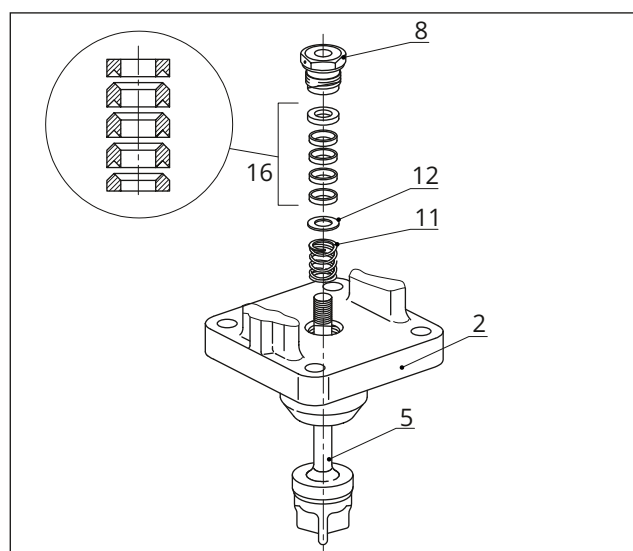

Fig. 30: Standardpackning
10. Placera flänsen (2) på huset.
11. Skjut försiktigt packningsdelarna över kugelspindeln in i packningskammaren med ett lämpligt verktyg. Följ korrekt sekvens (se Fig. 30).
12. Tryck in kugeln (5) ordentligt i sätet (4). Fäst flänsen (2) med husets muttrar (14). Dra åt muttrarna gradvis och korsvis. Respektera åtdragningsmomenten.
13. Skruva in den gängade bussningen (8) och dra åt den. Respektera åtdragningsmomenten.
14. Lossa den gängade låsmuttern (10) och spindelanslutningsmuttern (9) på kugelspindeln.
9. Skjut försiktigt packningsdelarna över kägelspindelns förlängning in i packningskammaren med ett lämpligt verktyg. Följ korrekt sekvens (se Fig. 30).
10. Fäst ventilhuven med muttrar (33) och bultar (32). Respektera åtdragningsmomenten.
11. Skruva in den gängade bussningen (8) och dra åt den. Respektera åtdragningsmomenten.
12. Lossa den gängade låsmuttern (10) och spindelanslutningsmuttern (9) på kägelspindelns.